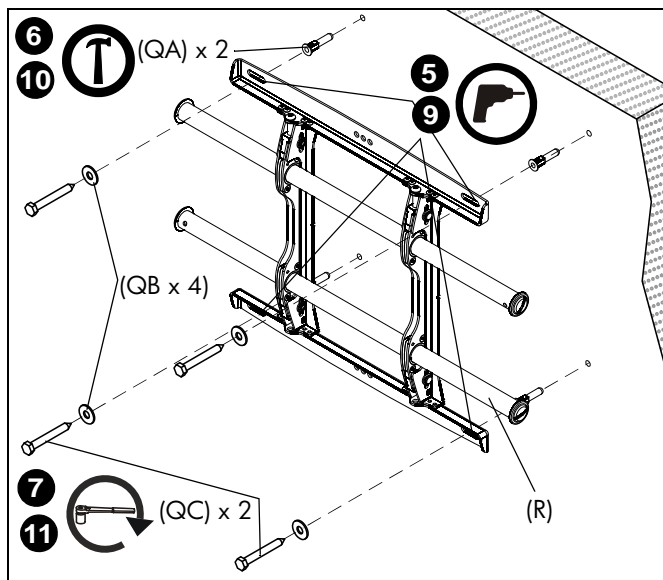

рис. 7
2. Совместите прорези на креплении с отметкой середины экрана, чтобы определить середину по вертикали. (См. рис. 7)
3. Отмерьте 7-1/2" вверх от средней линии и отметьте место верхнего монтажного отверстия. (См. рис. 7)
4. При помощи уровня сделайте на стене отметки в местах размещения верхних монтажных отверстий. (См. рис. 7)
6. Забейте молотком дюбели (QA) в каждое направляющее отверстие.
7. Прикрепите верхнюю часть крепления к дюбелям в стене с помощью двух болтов 5/16 x 2-1/2" (QC) и двух плоских шайб 5/16" (QB).
8. Отметьте точки размещения нижних монтажных отверстий. (См. рис. 7)
9. Просверлите в отмеченных местах по одному направляющему отверстию. (См. рис. 7)
10. Забейте молотком дюбели (QA) в каждое направляющее отверстие.
11. С помощью двух болтов 5/16 x 2-1/2" (QC) и двух плоских шайб 5/16" (QB) прикрепите крепление через нижние монтажные отверстия. (См. рис. 7)